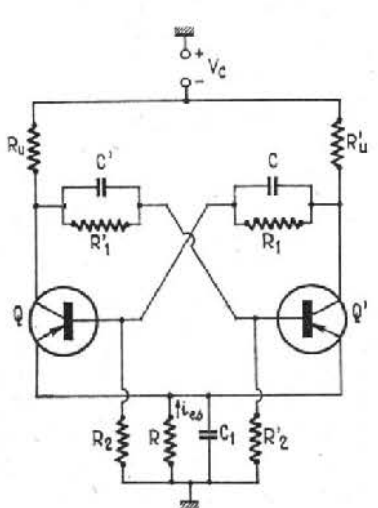

Fig. 24. — Multitriodeur à une seule batterie
**G. 8 Montage avec une seule batterie.** — Un schéma de montage utilisant une seule batterie est donné figure 24. On y remarque que l'émetteur n'est plus à la masse, mais à une tension quasi constante égale à environ :